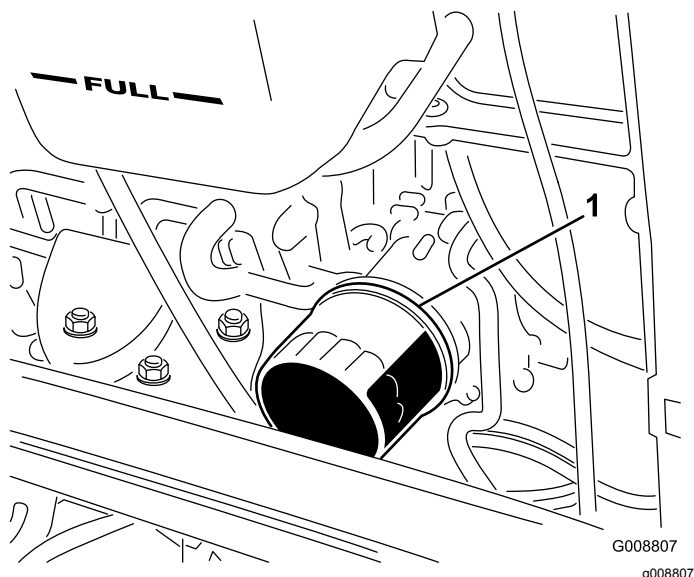

Рисунок 37
2. Снимите масляный фильтр (Рисунок 37).